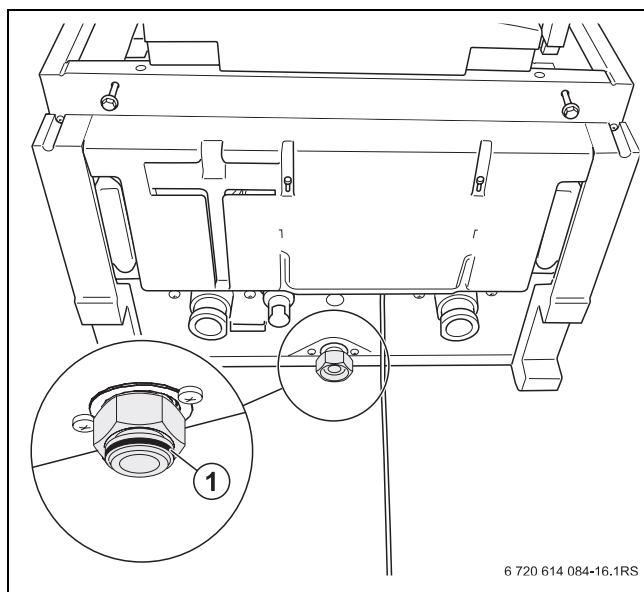

Fig. 3 Guarnizione in gomma
- ▶ Fare attenzione che la guarnizione piatta in gomma premontata di fabbrica si trovi nel raccordo a vite (lato apparecchio) (→ fig. 3, **lente di ingrandimento**).